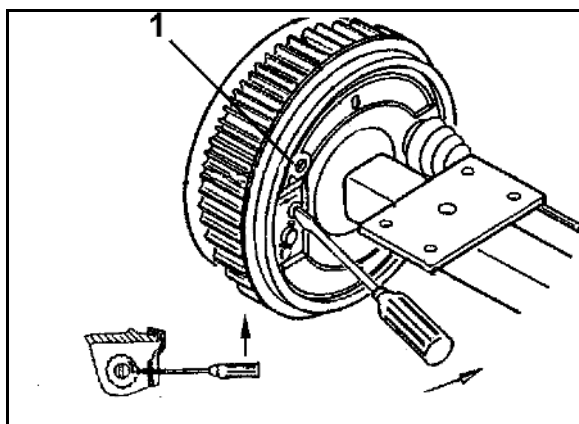

Рис. 80
- Смотровое отверстие (Рис. 80/1)